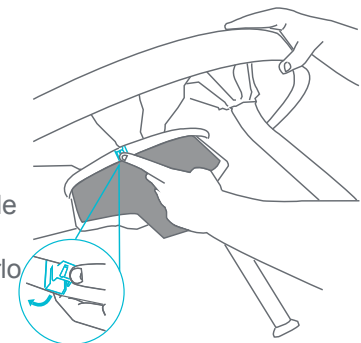

Fig. 2a
- 2 • Para quitar el asiento, levante la mesa para exponer una de las tres pestañas que se encuentran debajo. Separe una de las pestañas empujándola hacia afuera de la mesa (Fig. 2a).